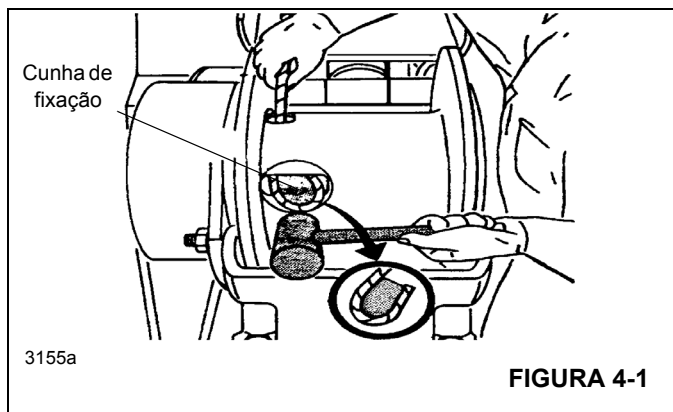

FIGURA 4-1
3. Insira o cabo através da fenda e posicione-o em volta da cunha de fixação Figura 4-1.